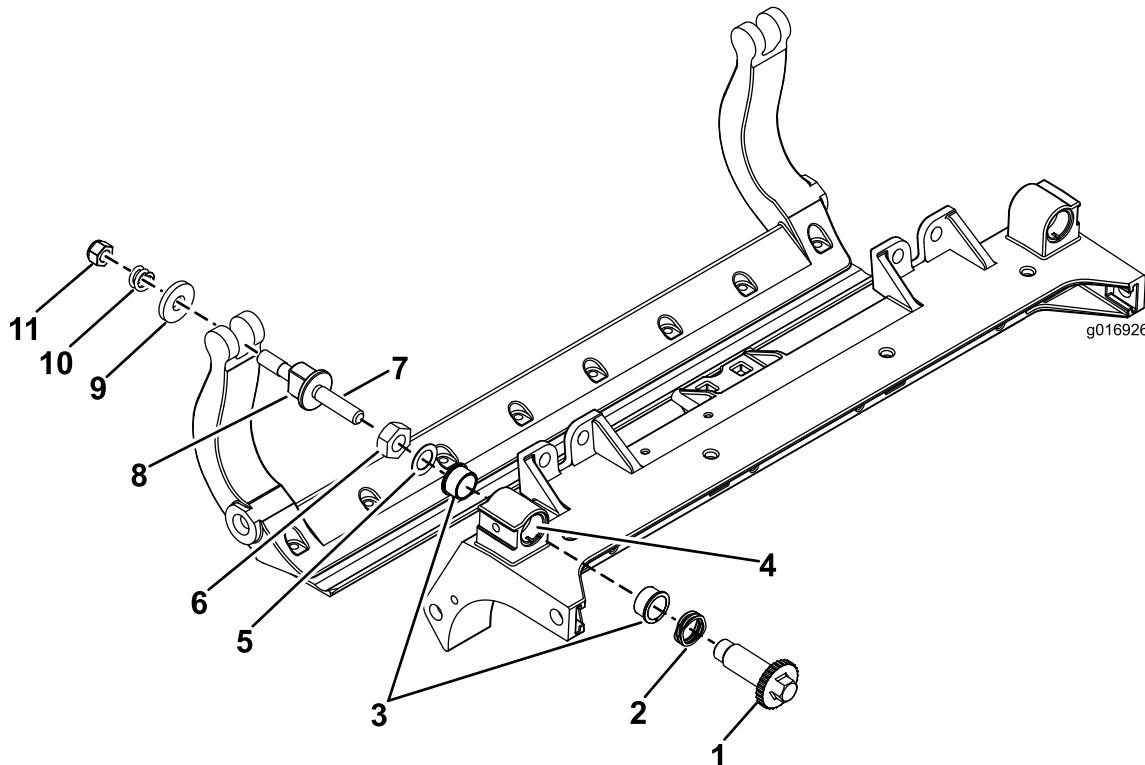

Рисунок 28
- Снимите все детали (см. *Инструкции по установке* для HD комплекта DPA и Рисунок 28).
- Нанесите смазку Never Seize на внутреннюю поверхность втулки на центральной раме режущего блока (Рисунок 28).
- Совместите шпонки фланцевых втулок с прорезями в раме и установите втулки (Рисунок 28).
- Установите волнистую шайбу на шпиндель регулятора и вставьте шпиндель регулятора во фланцевые втулки, установленные в раме режущего блока (Рисунок 28).
- Закрепите шпиндель регулятора с помощью плоской шайбы и контргайки (Рисунок 28).
- На нейлоновые шайбы установите стальные шайбы (Рисунок 28).
Примечание: Шайбы с внутренней стороны могут иметь зазор (Рисунок 28).
15. Затяните гайку на каждом узле регулировки планки неподвижного ножа до полного сжатия пружины, а затем отпустите гайку на 1/2 оборота (Рисунок 28).